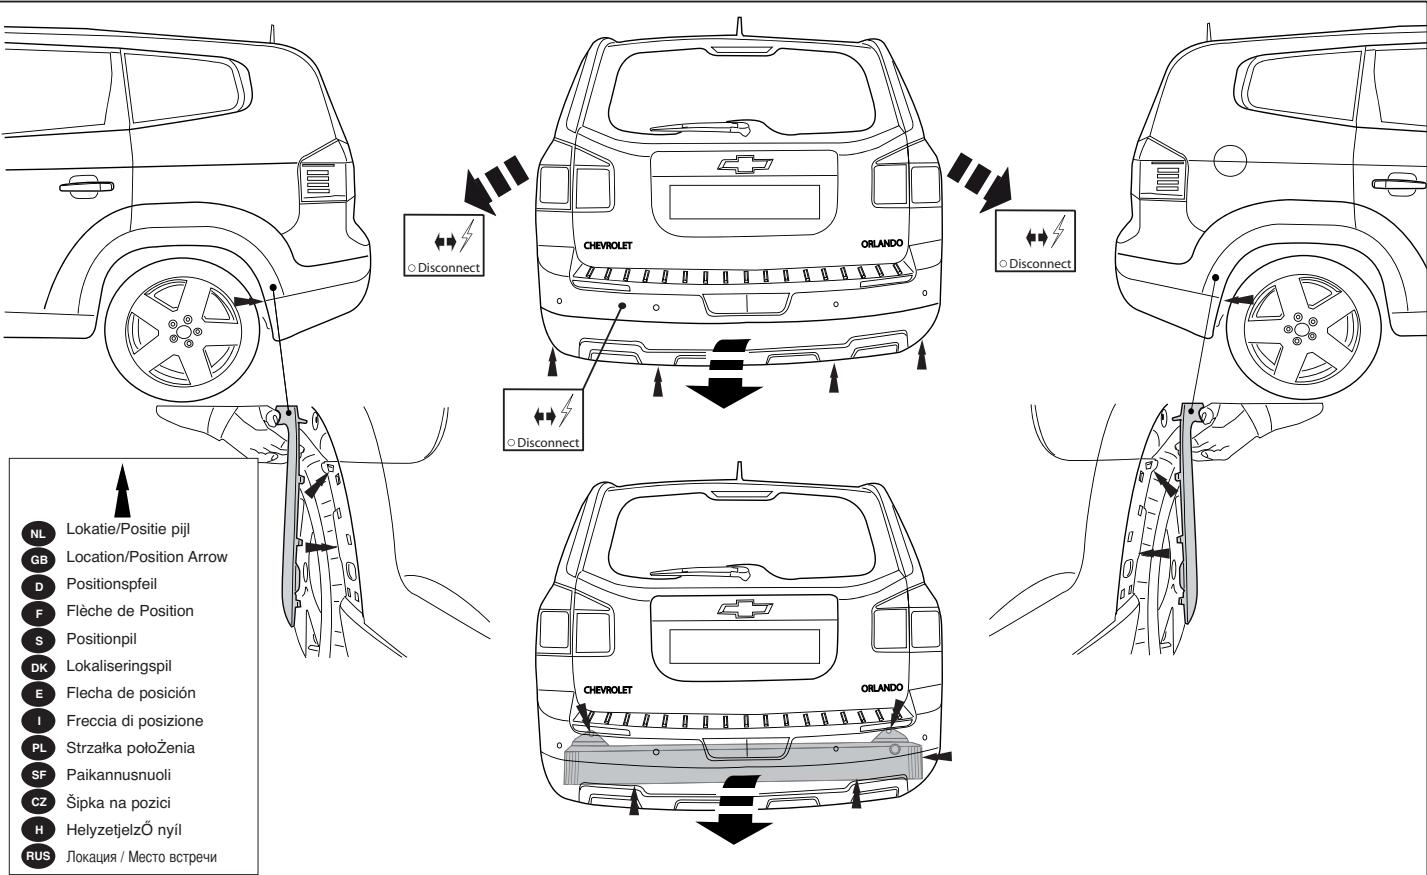

Fig.1
2. Снять бампер вместе со стальным буферным бруском автомобиля буферный брус больше не понадобится. См. рисунок 1